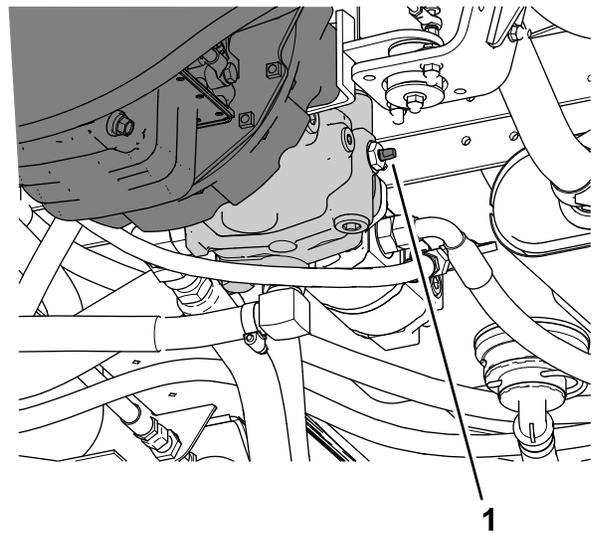

Figura 45
3. Gire la válvula de remolcado (Figura 45) 90° en cualquier sentido para abrirla.